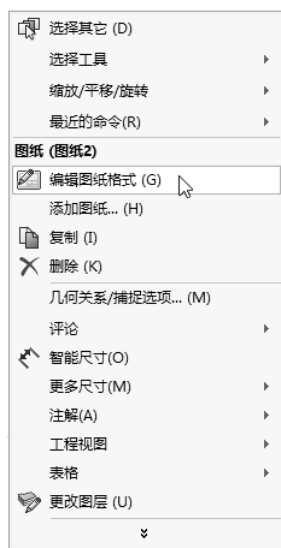
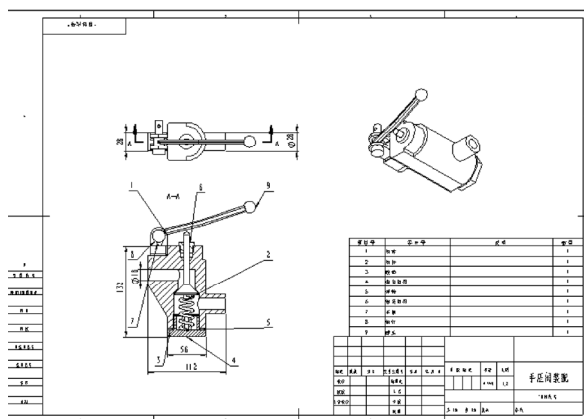

图 12-152 快捷菜单
图 12-153 添加注释
**02** 添加注释。单击鼠标右键弹出快捷菜单,如图 12-152 所示,选择“编辑图纸格式”命令,进入编辑环境,双击修改“图纸名称”,输入“手压阀装配”,修改结果如图 12-153 所示。此工程图即绘制完成。